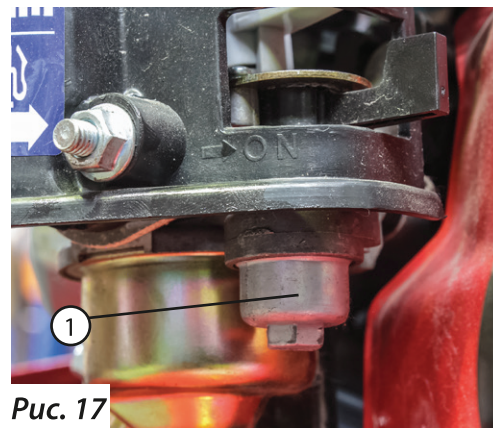

Рис. 17
Переместите выключатель зажигания в положение «Запуск» (ON) (рис. 18). Установите рычаг газа в среднее положение (рис. 8, рис. 17).